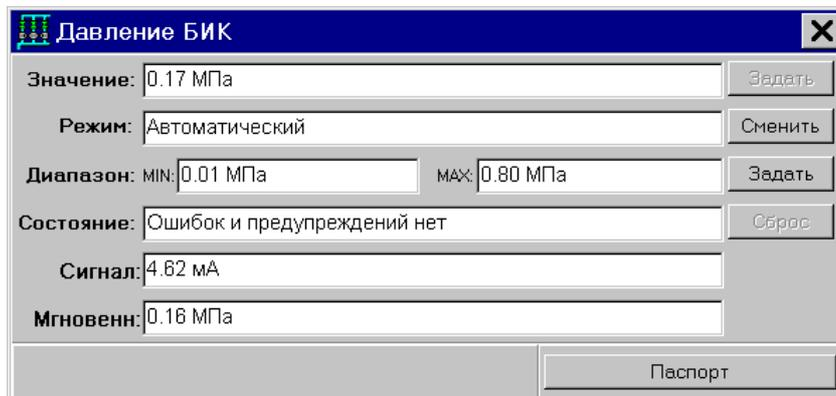
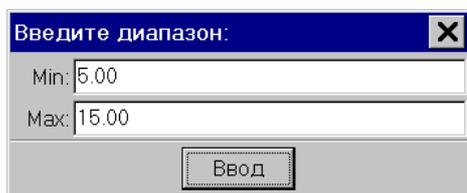
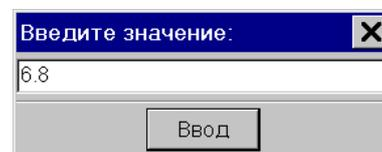

Рис. 15
Рис. 19
Рис. 20
3.5.9.1 Щелчком «мыши» на изображении датчика (≡) или его числовом значении вызывает-ся окно (Рис. 15), содержащее информацию о текущем состоянии датчика. Окно содержит следующие поля:
3.5.9.5 Для задания диапазона граничных значений параметра необходимо нажать кнопку **Задать** справа от поля **Диапазон** (см. Рис. 15) – при этом будет выведено окно ввода диапазона (Рис. 19).
3.5.9.6 Для ввода ручного значения параметра необходимо нажать кнопку **Задать** справа от поля **Значение** (см. Рис. 15) (кнопка становится доступной только при ручном режиме работы датчика). При этом будет выведено окно ввода значения параметра (Рис. 20).
3.5.9.7 Для снятия аварийной звуковой сигнализации при аварийном состоянии датчика необходимо нажать кнопку **Сброс** справа от поля **Состояние** (см. Рис. 15).